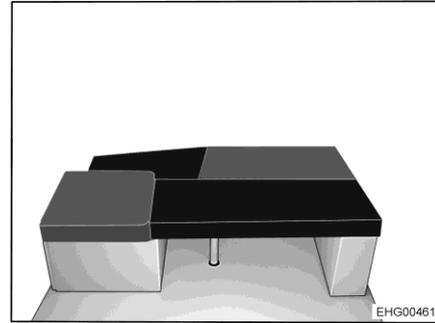

Fig. 161 Après la transformation
- Poser le coussin supplémentaire rectangulaire sur la table (voir Fig. 161).
- Poser le coussin supplémentaire rectangulaire entre le siège latéral et la banquette individuelle sur la longue extension de couchage (voir Fig. 161).